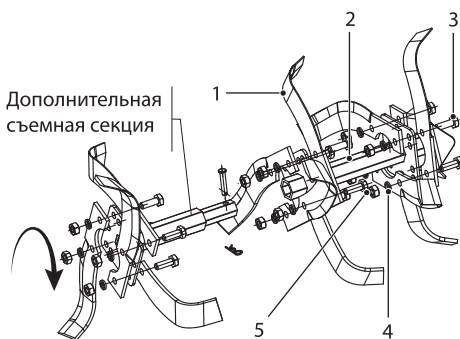
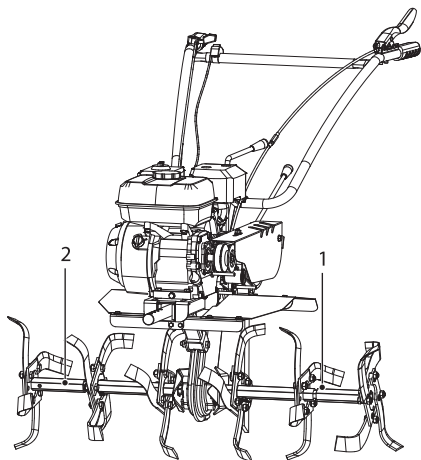

Рис. 10
Рис. 11
Для работы мотоблока с фрезами их необходимо самостоятельно собрать из прилагаемого комплекта. Схема сборки правой фрезы показана на рис. 10. Фреза разборная, состоит из двух секций: одноручьева и двухручьева. Левая собирается зеркально.
Последовательно установите ножи 1 на фланцы 2 оси фрезы (рис. 10) (устанавливайте ножи таким образом, чтобы заточенные поверхности ножей при работе вращались вперед) и надежно закрепите их с помощью болтов 3, шайб 4 и гаек 5. Фрезы необходимо собирать правильно, т.е. каждый последующий набор ножей (ручей) должен идти со смещением на 30°, образуя пространственную спираль. Данная схема позволяет равномерно распределять нагрузку на двигатель при вращении вала. Левая (1) и правая (2) фреза собирается симметрично относительно друг друга (рис. 11).